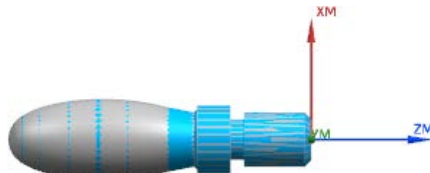

图 4.26 3D 仿真结果
Step3. 在“刀轨可视化”对话框中单击 **3D 动态** 选项卡，采用系统默认参数设置值；调整动画速度后单击“播放”按钮，即可观察到 3D 动态仿真加工，结果如图 4.26 所示。